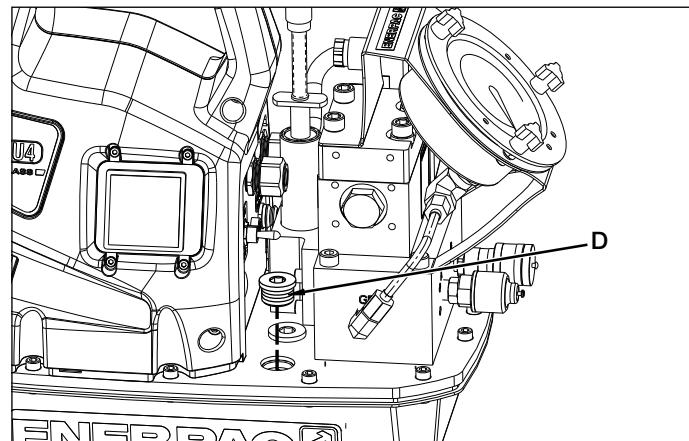
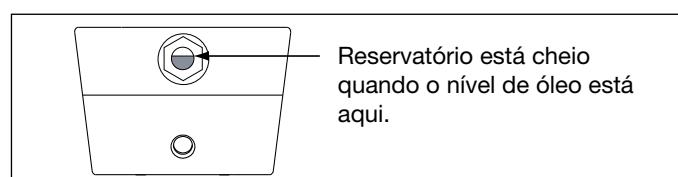

Figura 3, Bujão de Abastecimento de Óleo
Figura 5, Visor de Vidro
4.2 Montagem da Bomba (Ver Figura 3)
Veja na Figura 3 as dimensões de montagem para fixação da bomba em superfície firme.
Verifique o nível de óleo da bomba antes de acionar a bomba, se necessário adicione óleo, removendo o bujão SAE #10 da tampa do reservatório (ver Figura 3). O reservatório está cheio quando o nível de óleo está conforme mostrado na Figura 5.
2. Bombas tipo (-Q) para Torquímetros Enerpac S e W e outras marcas. Use as mangueiras com as marcas "Enerpac THQ-700 series - 700 bar/10.000 psi max." Os engates devem ser polarizados, conforme Figura 5 para garantir a operação correta do torquímetro. Garanta que as conexões estão totalmente engatadas e apertadas, antes da operação. Acoplamento parcial das conexões não vai permitir a operação correta do torquímetro.
6. Encha o reservatório com óleo hidráulico Enerpac limpo. O reservatório está cheio quando o nível de óleo está conforme mostrado na Figura 5.